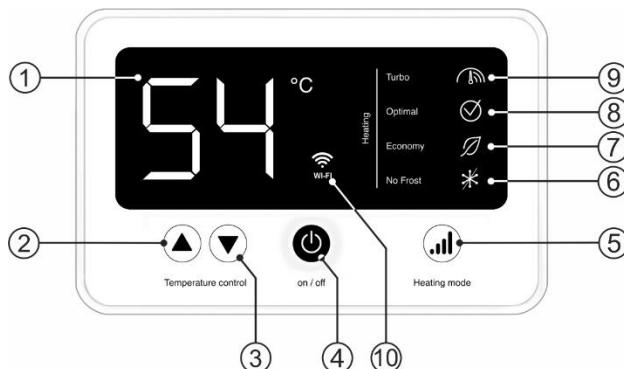

Рисунок 2. Электронная панель управления
Рисунок 2: 1 – LCD дисплей, 2 – кнопка «▲» Temperature control / увеличение температуры нагрева, 3 – кнопка «▼» Temperature control / уменьшение температуры нагрева, 4 – кнопка «on/off» / вкл./выкл., 5 – кнопка «Heating mode» / установка мощности нагрева, 6 – индикация режима «No Frost», 7 – индикация «Economy» / Минимальная мощность, 8 – индикация «Optimal» / стандартная мощность, 9 – индикация «Turbo» / максимальная мощность, 10 – функция «Wi-Fi».
Включение/выключение ЭВН осуществляется центральной кнопкой на панели управления «on/off» (Рис. 2, п.4), при этом на дисплее показывается заданная температура нагрева. Через 2,5 секунды после этого на дисплей выводится текущая температура воды в ЭВН. Выбор мощности нагрева осуществляется кнопкой «Heating mode» (Рис. 2, п.5), на панели управления. Режим 2 кВт сопровождается индикацией контрольной лампы «Turbo» (Рис. 2, п.9), 1,3 кВт - индикацией контрольной лампы «Optimal» (Рис. 2, п.8), а 0,7 кВт - индикацией контрольной лампы «Economy» (Рис. 2, п.7). Включение режима антизамерзания сопровождается индикацией контрольной лампы «NO Frost» (Рис. 2, п.6).
В процессе эксплуатации ЭВН потребитель может регулировать температуру нагрева при помощи двух клавиш «▲» «▼» Temperature control (Рис. 2, п.2 и п.3).
2. Одновременно нажмите и удерживайте кнопки 2 и 3 на панели водонагревателя (рис. 2). Появится индикация Wi-Fi (Рис. 2, п. 10).